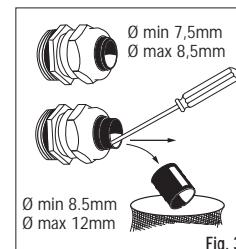

Fig. 3
- per la linea e per l'alimentazione dell'apparecchio è obbligatorio utilizzare un cavo in gomma neoprene tipo H07RN8-F, secondo quanto prescritto dalle Norme (CEI EN 60598-2-18 - CEI 20-40 - CENELEC HD 516 S1). Sono rigorosamente vietati cavi isolati in PVC o con guaina esterna in PVC o comunque diversi da quello qui precisato. Per un cavo con diametro tra 7,5 e 8,5mm utilizzare il pressaccavo tal quale. Se il diametro del cavo è maggiore togliere il gommino più interno (fig. 3). In tal caso il cavo deve avere un diametro compreso tra 8,5 e 12mm.